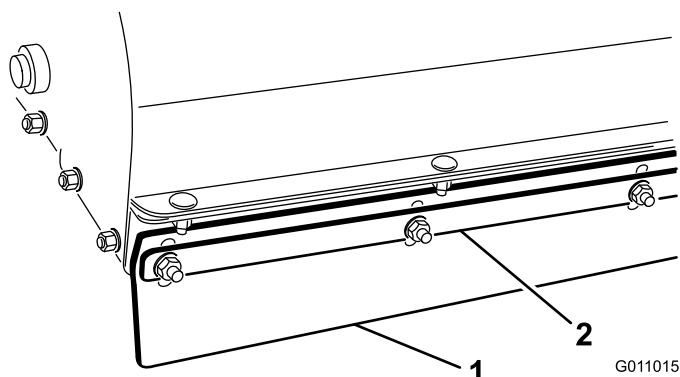

Figure 22
1. Desserrez les écrous de fixation de la barrette métallique et du déflecteur avant sur le carter de la brosse (Figure 22).